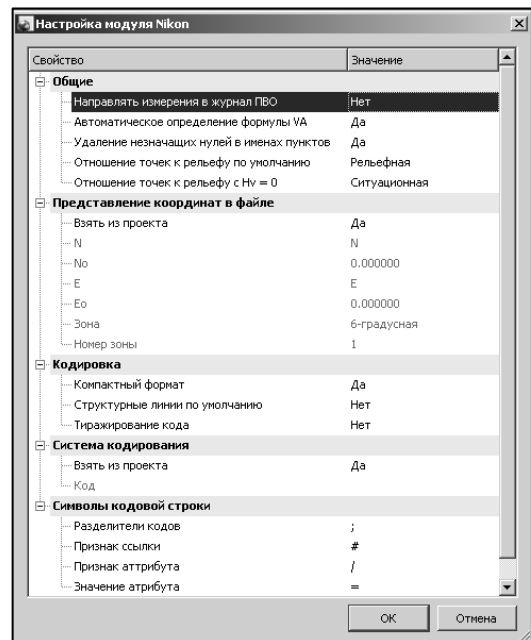

Рис. 1.12. Окно «Настройки модуля Nikon»
5. Нажмите кнопку НАСТРОИТЬ. Выполните настройки параметров импорта (рис. 1.12).